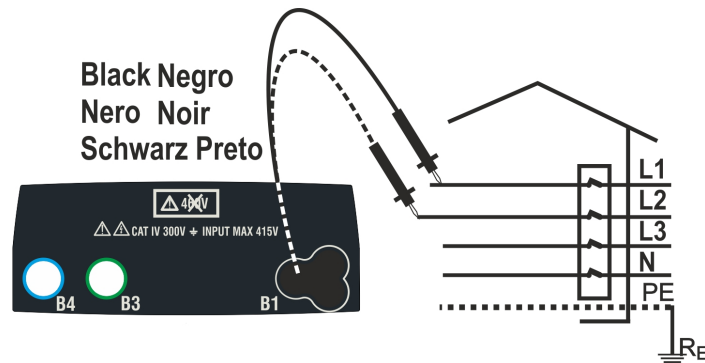
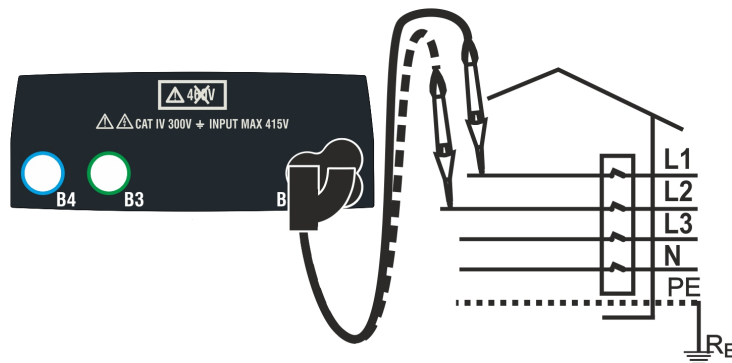

Fig. 31: Controllo sequenza fasi con cavo di misura
Fig. 32: Controllo sequenza fasi con puntale remoto
2. Inserire il connettore del cavo nero nel corrispondente cavo di ingresso B1 dello strumento. In alternativa, utilizzare il singolo cavo e applicare la relativa clip a coccodrillo all'estremità libera del cavo. È anche possibile utilizzare il puntale remoto inserendo il suo connettore multipolare nel cavo di ingresso B1. Collegare i morsetti a coccodrillo o il puntale remoto alla rete elettrica in base alle Fig. 31 o Fig. 32
5. In queste condizioni, collegare il terminale a coccodrillo, o il puntale remoto alla fase L2 come mostrato nelle Fig. 31 o Fig. 32.